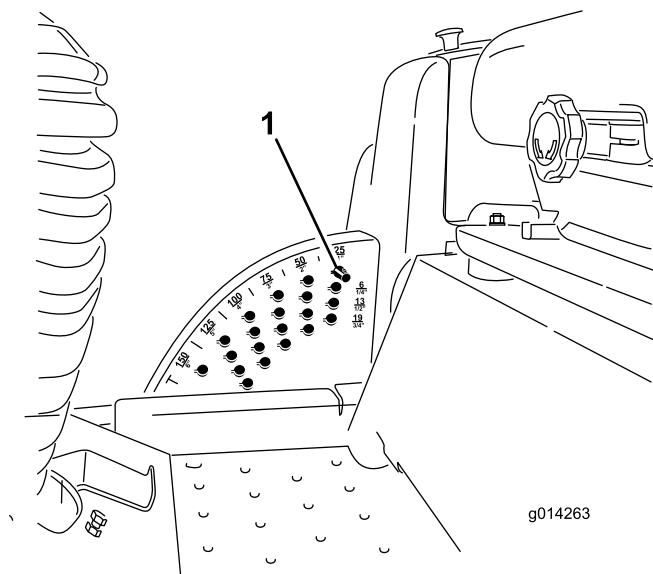

Figure 6
1. Lorsque le moteur tourne, repoussez la commande de relevage plateau de coupe en arrière jusqu'à ce que le plateau soit complètement relevé et **relâchez immédiatement la commande** (Figure 6).
2. Pour régler la hauteur de coupe, tournez la goupille de butée jusqu'à ce que la saillie s'aligne sur les fentes dans les trous du support de hauteur de coupe et déposez-la (Figure 6).
3. Placez la goupille dans le trou du support correspondant à la hauteur de coupe voulue et tournez-la pour la verrouiller en place (Figure 6).
Remarque: Il y a quatre rangées de trous (Figure 6). La première rangée donne la hauteur de coupe indiquée au-dessus de la goupille. La deuxième rangée donne la hauteur indiquée plus 6 mm. La troisième rangée donne la hauteur indiquée plus 12 mm. La dernière rangée donne la hauteur indiquée plus 18 mm. Un seul trou, situé dans la deuxième rangée, correspond à la hauteur